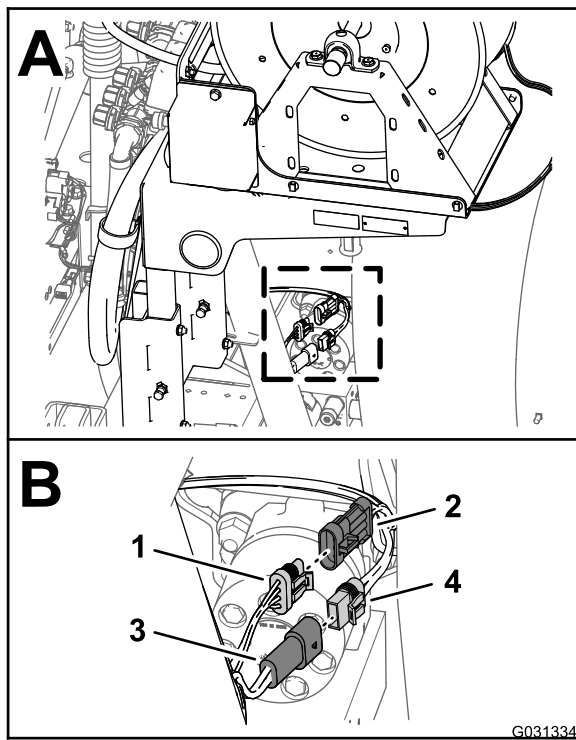

图 10
1. 在机器的背面找到位于打药车药缸后部的可偏转软管卷套件的线束 图 10。
2. 将电动软管卷线束的 2 插槽接头与后主线束的 2 针接头断开 图 10。
3. 将电动软管卷线束的 3 针接头与后主线束的 3 针插槽断开 图 10。